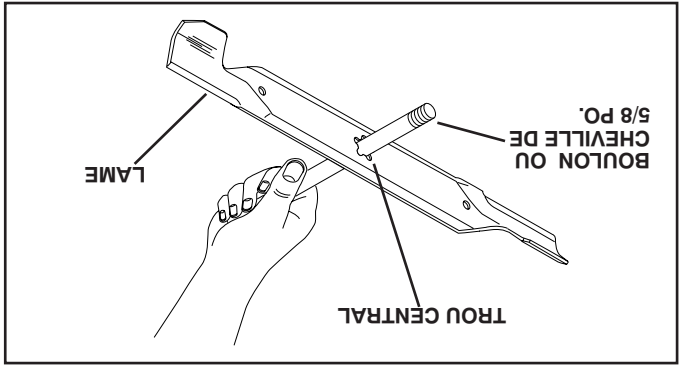

FIG. 11
- (Voir les Figs. 11 et 12) -
AFFILER LA LAME (Voir la Fig. 11)